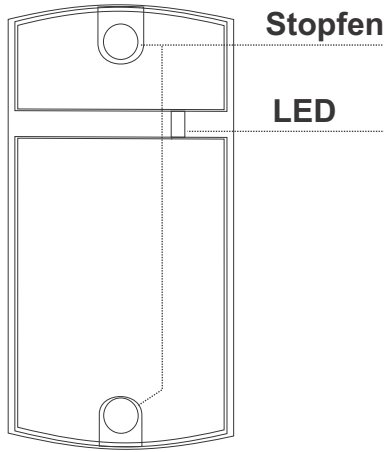

Abbildung 2
- Schließen Sie die Löcher im Lesegerät mit den mitgelieferten Stopfen (Abb. 2).